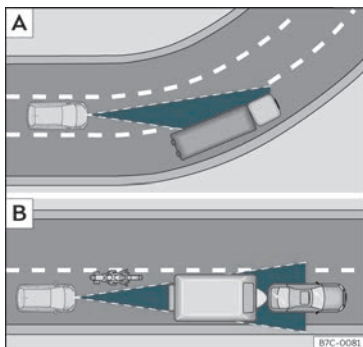

Fig. 154 [A] Veículo numa curva. [B] Motociclo que circula à frente, fora do raio de alcance do sensor de radar.
O ACC poderia não detetar em curva o veículo precedente ou poderia regular a distância com veículos que se encontram noutras faixas >>> **Fig. 154** [A].
- Veículos que circulem desalinhados ou fora da zona de deteção do sensor, por exemplo, motociclos >>> **Fig. 154** [B].